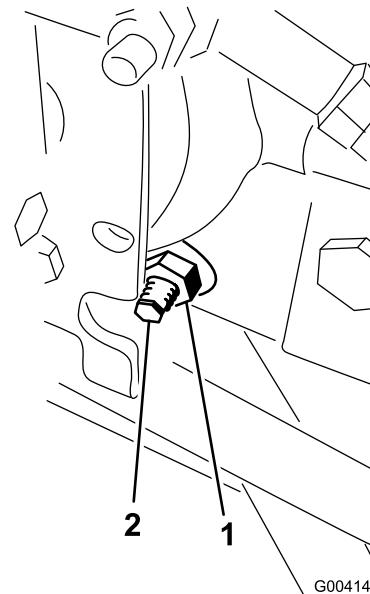

Figura 61
3. Dal lato destro dell'idrostato, allentate il dado di bloccaggio sulla camma di regolazione della trazione (Figura 61).